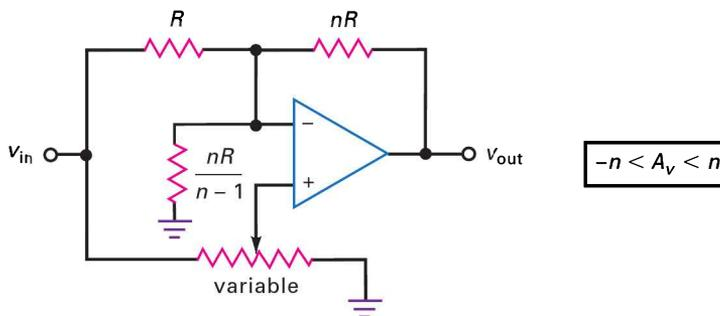

Figure 18.12
La figure 18.12 illustre un autre circuit peu courant qui permet d'ajuster le gain en tension entre les valeurs $-n$ et $+n$. Le principe de fonctionnement est semblable à celui du changeur de signe. Lorsque le curseur est complètement à droite, l'entrée non inverseuse est à la masse et le circuit devient un ampli inverseur avec un gain boucle fermée :
Si, dans la figure 18.12, $R = 1,5 \text{ k}\Omega$ et $nR = 7,5 \text{ k}\Omega$, quel est le gain en tension positif maximal ? Quelle est la valeur de l'autre résistance fixe ?
18.3 Avez-vous compris ? Avec la figure 18.12, si $R = 1 \text{ k}\Omega$, quel est le gain en tension positif maximal et quelle est la valeur de l'autre résistance fixe ?